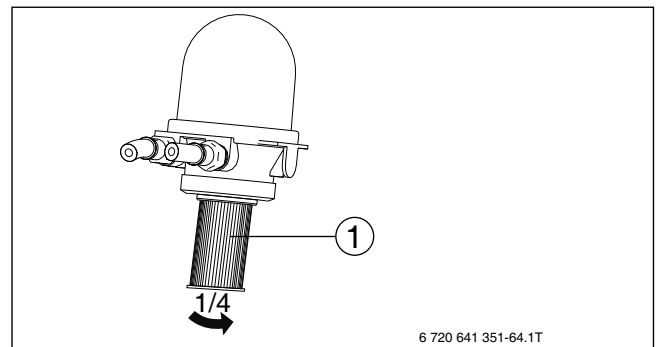

Bild 94 Ölfiltereinsatz austauschen
- Ölfiltereinsatz (→ Bild 94, [1]) mit einer Viertel-Umdrehung gegen den Uhrzeigersinn lösen.
- ▶ Ölfiltereinsatz (→ Bild 94, [1], Seite 51) ansetzen und mit einer Viertel-Umdrehung im Uhrzeigersinn befestigen.